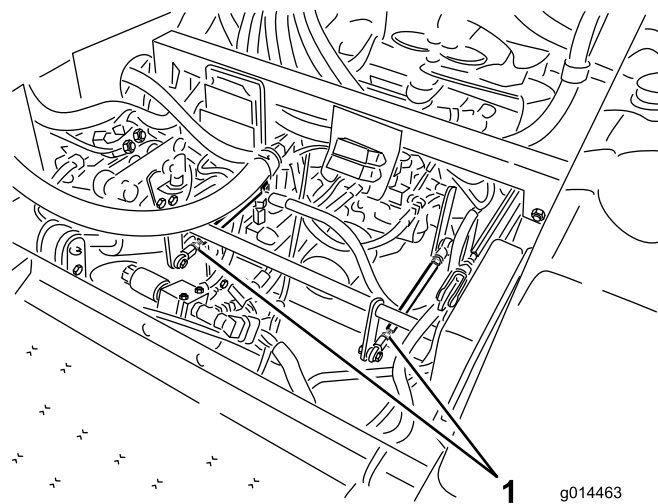

Figura 50
- Se o pneu traseiro esquerdo estiver a rodar, desaperte as porcas de bloqueio na barra de controlo da transmissão do lado esquerdo (Figura 50).